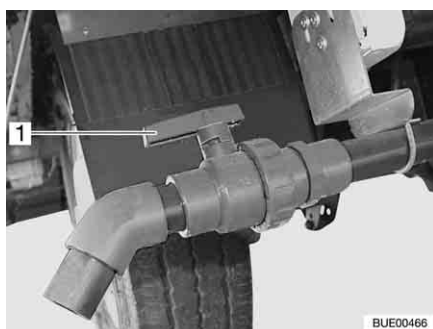

Fig. 233 Llave de desagüe
- Girar el tirador (Fig. 233,1) de la llave de desagüe a la posición en dirección de la circulación.